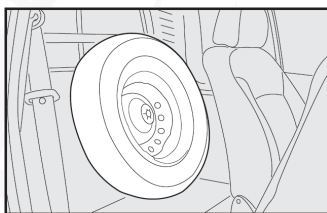

fig. 5
- Según la versión, afloje completamente la tuerca de fijación de la rueda de refacción A-fig. 5, 6, 7 u 8 y sáquela de su alojamiento B-fig. 5, 6, 7 ó 8.